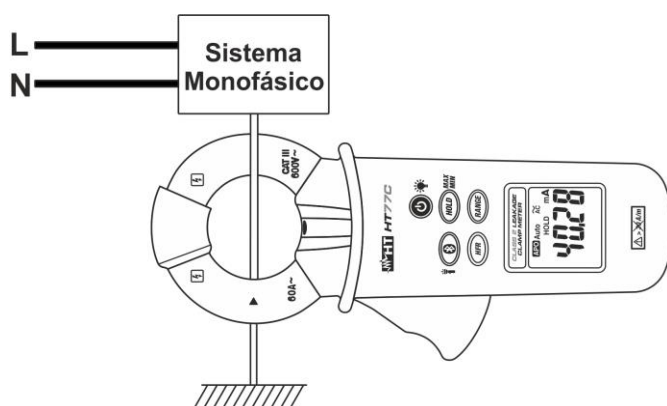
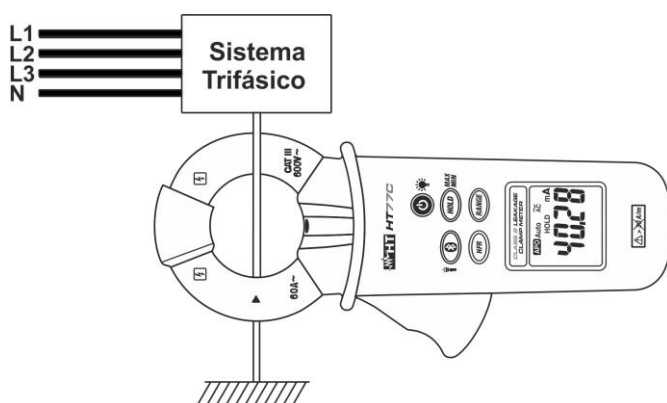

Fig. 4: Medição de correntes de fuga pelo método direto em sistemas Monofásicos
Fig. 6: Medição correntes de fuga pelo método direto em sistemas Trifásicos
2. Abrir o toroide e ligar a pinça como se mostra nas Fig. 4 ou Fig. 6. O valor da corrente de fuga é apresentado no display.